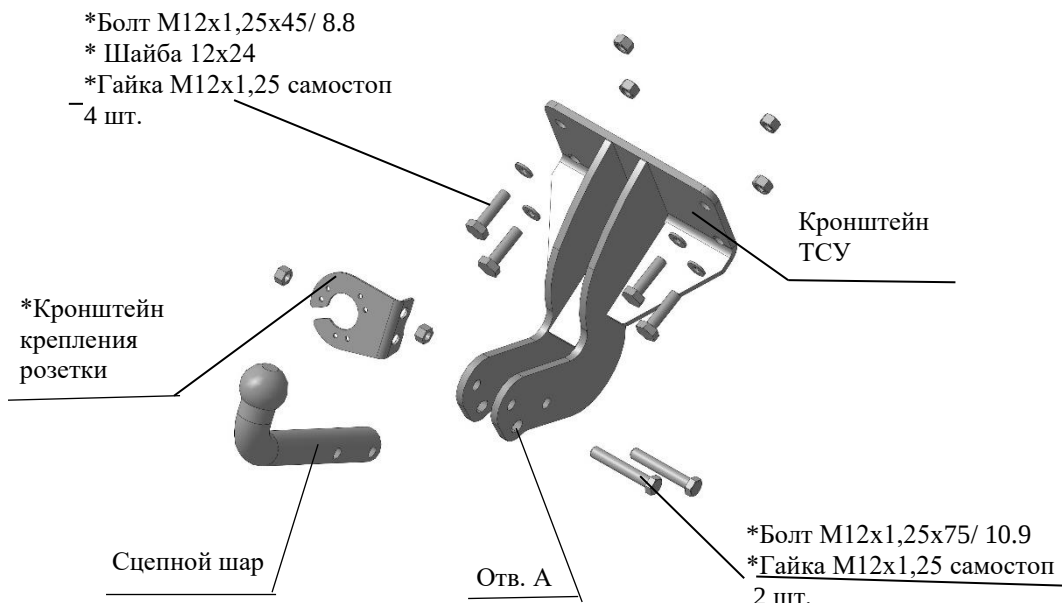

Рис.1 Тягово-сцепное устройство 9311.
2.1 ТСУ 9311 в сборе (рис.1)	1 шт.
2.2 Пакет с комплектующими (см. рис.1)	1 шт.